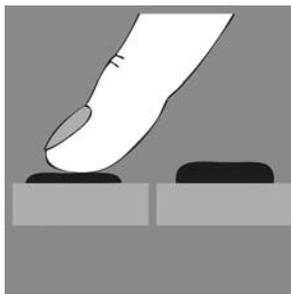

рис. 3
- **Выключатель стартера** (рис. 3) является органом управления электрической цепью включения стартера, при положении ключа в режиме «on».